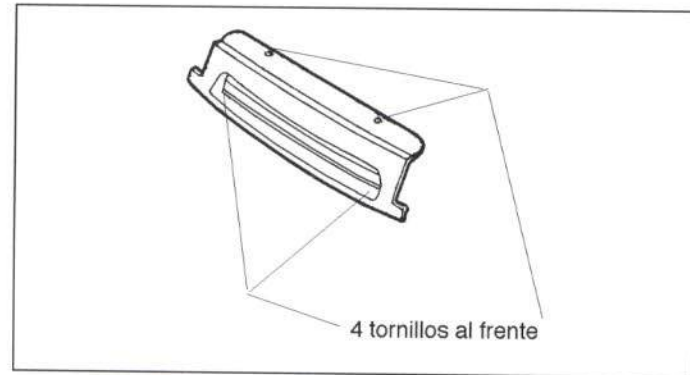

Figura 16.- Fijación de la rejilla frontal
En la figura 16 se muestra su fijación.
- Rejilla frontal (figura 16).
- Rejilla (figura 16).